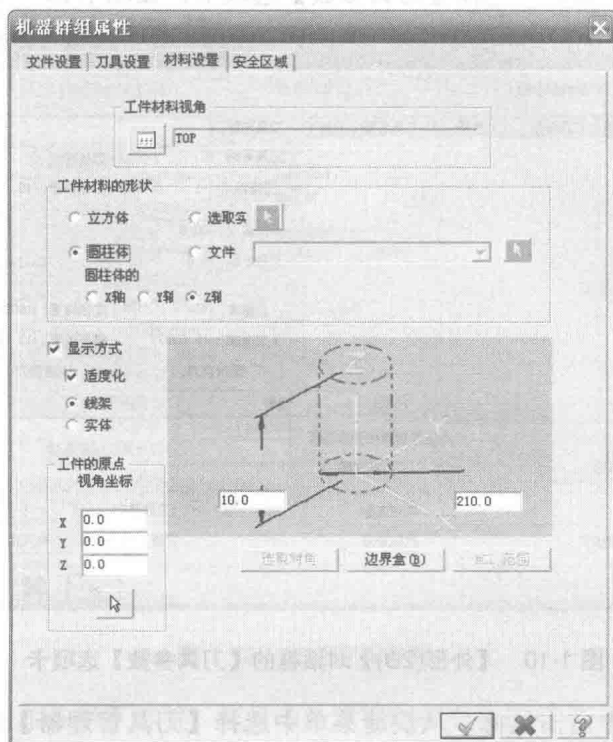

图 1-8 工件设置
② 单击  按钮返回绘图区，选择椭圆的中心为工件原点，此时工件原点 X、Y、Z 坐标值自动变为 0、0、0。这样就确定了毛坯的工件原点在椭圆中心，如图 1-8 所示。